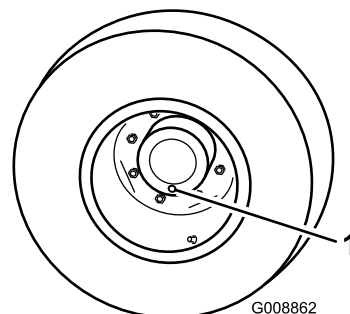

図 105
1. 平らな場所で、点検プラグが一番低い位置時計の6時の位置に来るように停止させる 図 105。